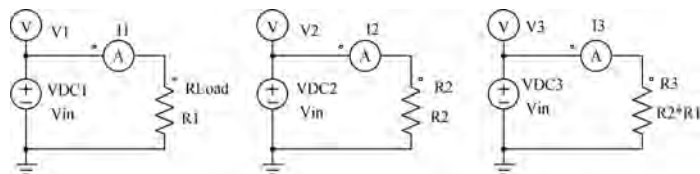

图 3-32 元件参数变量模型
(1) 搭建仿真电路模型, 并将元件参数设置为变量的形式, 示例如图 3-32 所示。示例定义一个直流电源的电压值为 V_{in} , 三个电阻元件的阻值分别为 $R1$ 、 $R2$ 、 $R2 * R1$ 。放置三个电压探头和三个电流探头, 用于测量输入电压及流过电阻的电流, 以检验模型的工作状态。